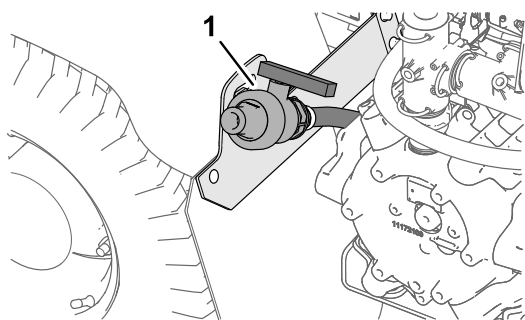

Рисунок 52
2. Найдите сливной кран бака на левом заднем крыле машины (Рисунок 52).